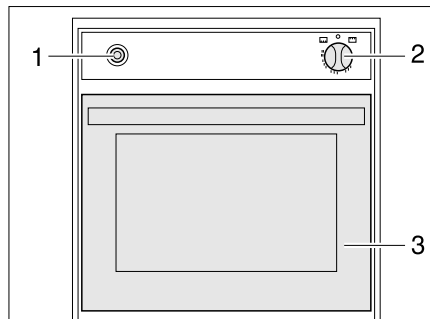

Bild 130 Gasbackofen
- Backofenklappe (Bild 130,3) ganz öffnen.
- Drehregler (Bild 130,2) leicht drücken und auf "🔥" (Backofen) oder "GRILL" stellen.
- Drehregler (Bild 130,2) drücken und 5 bis 10 Sekunden lang gedrückt halten. Es strömt Gas zum Brenner.
- Zündschalter (Bild 130,1) so oft drücken, bis die Flamme brennt.
- Drehregler (Bild 130,2) auf "O" drehen. Die Flamme erlischt.